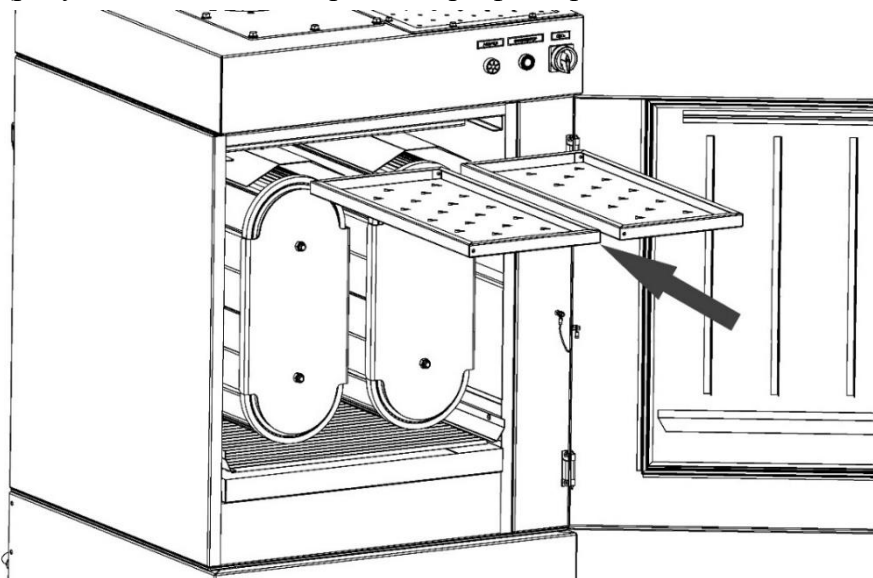

Рисунок 7
5.1.1 Префильтр является дополнительным комплектующим и устанавливается в фильтровальной камере в количестве двух штук. Для монтажа префильтров необходимо открыть дверь фильтра, вставить каждый префильтр между направляющим и задвинуть в фильтровальную камеру до упора (рисунок 7). Плотнo закрыть дверь фильтра.